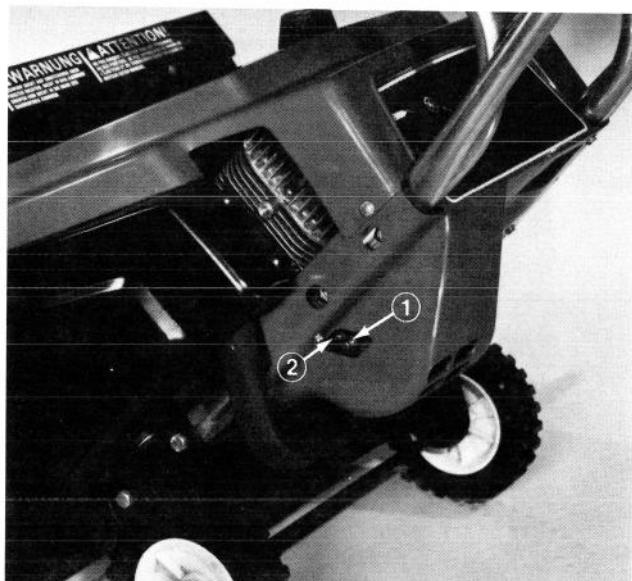

Figure 17
1. Vis de réglage de puissance (Figure 17). Fermez la vis en la tournant doucement à droite jusqu'à ce que vous sentiez une légère résistance au toucher de son siège. Ensuite, dévissez la vis de réglage de puissance de 7/8 de tour dans le sens contraire aux aiguilles d'une montre.
2. Vis de réglage du ralenti (Figure 17).- Serrez la vis en la tournant doucement à droite jusqu'à ce que vous sentiez une légère résistance au toucher de son siège. Ensuite, dévissez d'un tour complet -360° - à gauche.